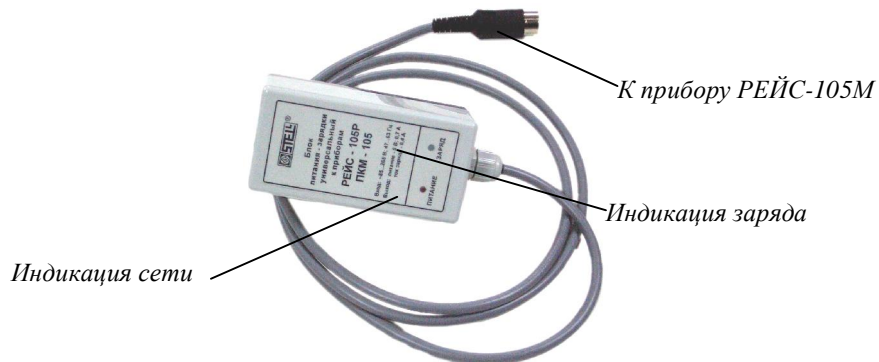

Рисунок 30
- подключить разъем блока питания-зарядки (рисунок 30) к соответствующему гнезду прибора;